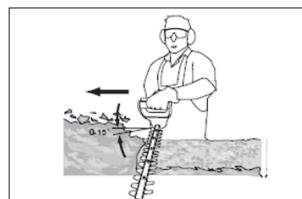

Fig2
5. Après avoir coupé les côtés, passez en haut. Essayez de garder le dispositif de coupe incliné à environ 15 ° par rapport à la surface de coupe (Fig. 2).